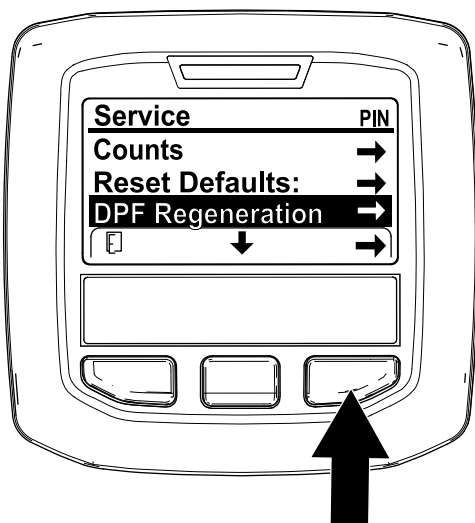

Figura 41
1. Aceda ao menu de manutenção, pressione o botão central para se deslocar para a opção DPF REGENERATION (Regeneração do DPF) (Figura 41).
2. Pressione o botão direito para seleccionar a entrada Regeneração do filtro de partículas de gasóleo (Figura 41).